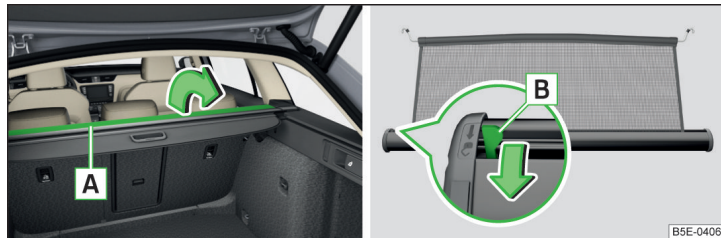

Fig. 122 Rabatarea unei părți a capacului rulant al portbagajului / pârghia de deblocare
- Rabatați o parte a capacului rulant al portbagajului [A] în sensul săgeții » fig. 122.
- Rabatați la loc o parte a capacului rulant al portbagajului [A], în sens opus săgeții » fig. 122.
➤ Rabatați la loc o parte a capacului rulant al portbagajului [A], în sens opus săgeții » fig. 122.
Dacă peretele despărțitor din plasă se blochează la desfășurarea din carcasă, atunci apăsați pârghia de deblocare [B] în sensul săgeții » fig. 122.